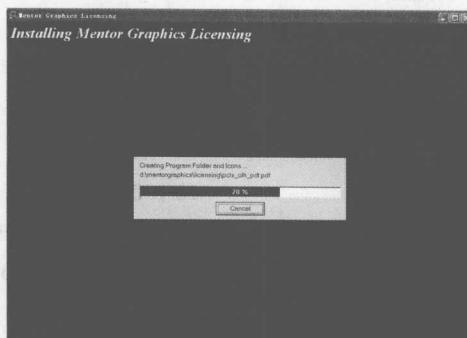

图 1-4 安装进度显示窗口
- (4) 当准备完成之后，出现如图 1-4 所示的安装进度显示窗口。